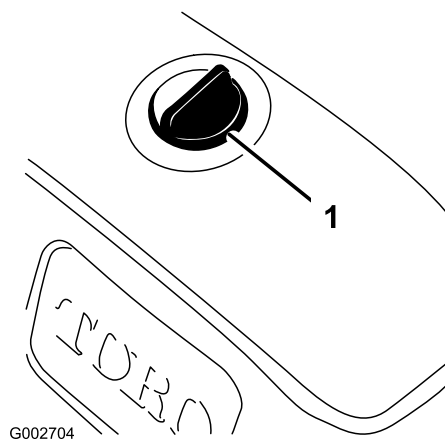

Рисунок 43
3. Очистите область вокруг крышки гидравлического бака, чтобы исключить попадание мусора в бак (Рисунок 43).